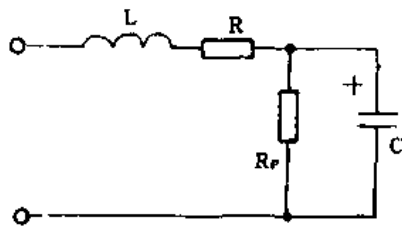

图 2-28
③、电解在高频电路中使用时应并联一只小电容器。电解在高频时的等效电路如图2-28所示。 $L$ 为等效电感,当频率较高时,电解相当一个感性元件, $R_p$ 为电解的介质损耗电阻, $R_s$ 为等效串联损耗电阻,在高频低温时电解相当一只大电阻。因此电解在高频中使用,其容量要下降,损耗会增大,所以要给它并联上一个高频损耗较小的小电容器(如云母、纸介等电容器),以免高频受到损失,否则起不到正常的滤波、旁路作用。
④大容量电解和高耐压电解的代换,代换原则与前面一样,要注意容量与耐压两个问